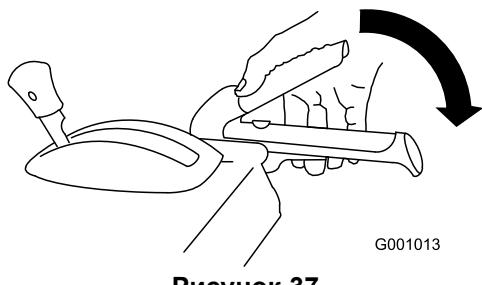

Рисунок 37
- Для включения привода шнека/крыльчатки прижмите правый рычаг (шнека/крыльчатки) к рукоятке (Рисунок 37).